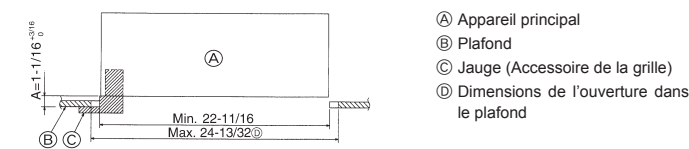

Fig. 3-6
- Lorsque l'appareil principal ne peut pas être aligné contre l'orifice de montage au plafond, il est possible de le régler par une fente prévue sur la plaque de montage. (Fig. 3-6)